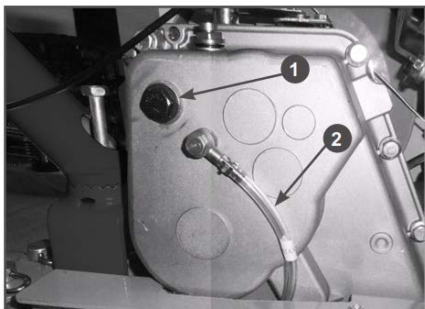

Рис. 23 Заправка масла в коробку передач
3. Открутите пробку 1 маслосаливного отверстия (Рис. 23).
7. Контролируйте уровень масла в коробке передач с помощью специальной трубки 2 (Рис. 23). Уровень масла в коробке передач должен быть по верхнюю метку «МАХ» на трубке. Долейте масло до требуемого уровня.